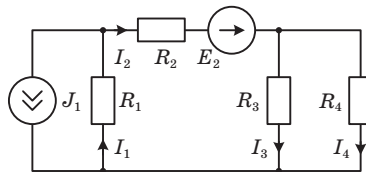

Рис. 1.15
**Пример 1.6.** Методом наложения рассчитать токи в цепи, схема которой представлена на рис. 1.15. Параметры цепи:  $J_1 = 2$  А,  $E_2 = 48$  В,  $R_1 = 6$  Ом,  $R_2 = 14$  Ом,  $R_3 = 20$  Ом,  $R_4 = 5$  Ом.